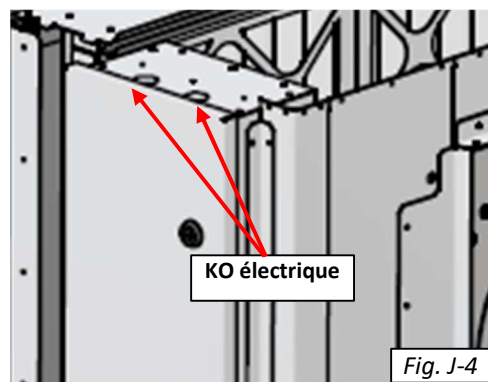

Fig. J-4
- Utilisez les trous prédécoupés dans le panneau électrique du déshumidificateur (voir fig. J-4) pour amener l'alimentation directement au déshumidificateur.